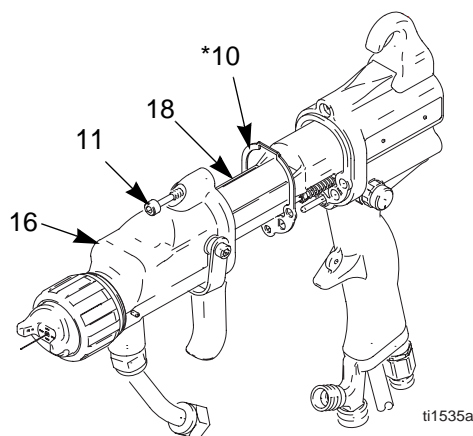

Fig. 14. Installazione del corpo della pistola
1. Accertarsi che la guarnizione (10*) sia a posto. Assicurarsi che i fori dell'aria siano allineati in modo corretto. Sostituire se danneggiata. Vedere FIG. 14.
2. Porre il corpo (16) sull'alimentatore (18) e montarlo sull'impugnatura della pistola (17).
3. Serrare le tre viti (11) in modo opposto e uniformemente (fino a circa mezzo giro dopo il grano di fermo).